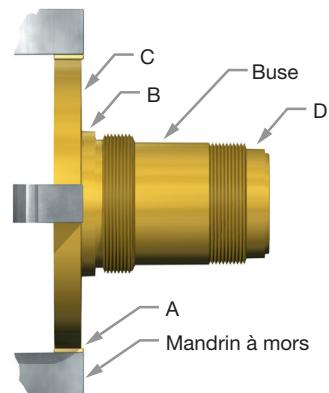

Figure 24 : Buse positionnée sur un mors
1. Retirer la buse (2) de la soupape qui doit être réusinée. Si elle ne peut pas être retirée de la base (1), la réusiner à l'intérieur de la base.
2. Placer le tour et la buse (2) comme suit :
- Accrocher la buse à un mandrin à quatre mors (ou une pince de serrage, le cas échéant), en utilisant une pièce de matériel souple tel que le cuivre ou la fibre entre les mandrins et la buse (voir Figure 24).
- Égaliser la buse pour que les surfaces marquées B, C et D soient égalisées en 0,001" (0,025 mm) sur l'indicateur (Figure 24).